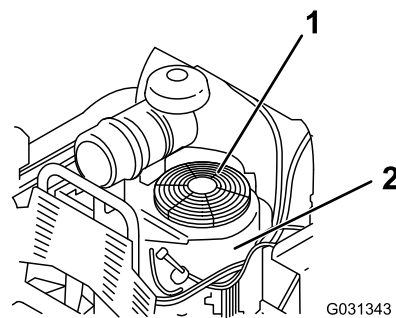

Рисунок 67
3. Снимите воздухозаборную сетку и корпус вентилятора (Рисунок 67).
5. Установите воздухозаборную сетку и корпус вентилятора (Рисунок 67).